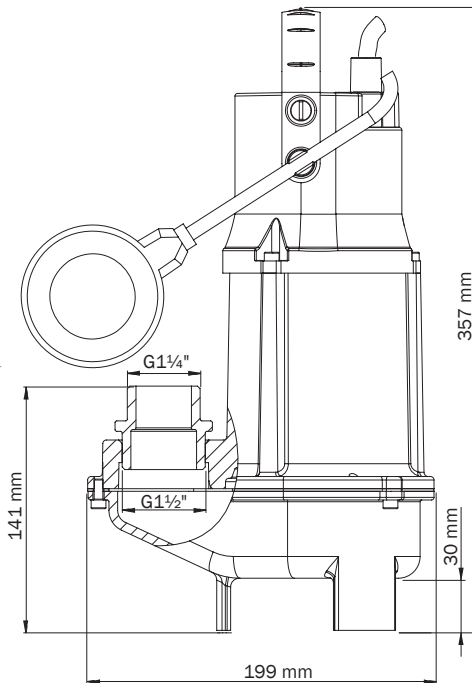

Bilde 3
- / Fra fabrikken er kabelen festet i en klemme under hådtaket (se side 52, bilde 3).
- / Holderen som er inkludert i leveringen, må klipses fast i åpningen over dreieleddet. Klem deretter fast flottørbryteren i holderen slik at flottørbryteren vender oppover (se side 52, bilde 3).